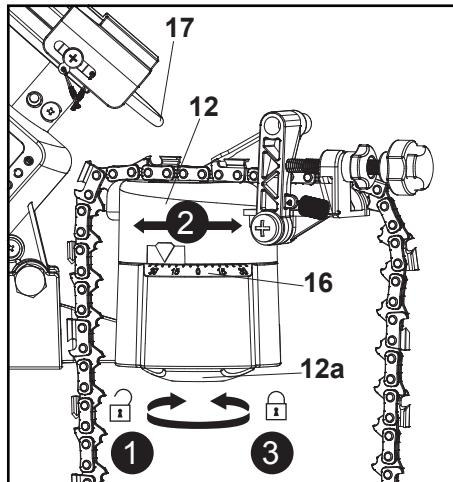

Fig. 5
1. Desaperte ligeiramente a retenção do torno (12a), rodando-a para a esquerda, e, em seguida, rode o torno da corrente de serra (12) para o ângulo necessário da corrente de serra, conforme ilustrado no medidor de ângulo (16) (Fig. 5, passos 1 e 2).
2. Pressione a estrutura do motor (4) pela respectiva pega (2) para verificar se o disco de desbaste (17) corresponde ao ângulo da corrente de serra.
3. Em seguida, aperte a retenção do torno (12a) (Fig. 5, passo 3).